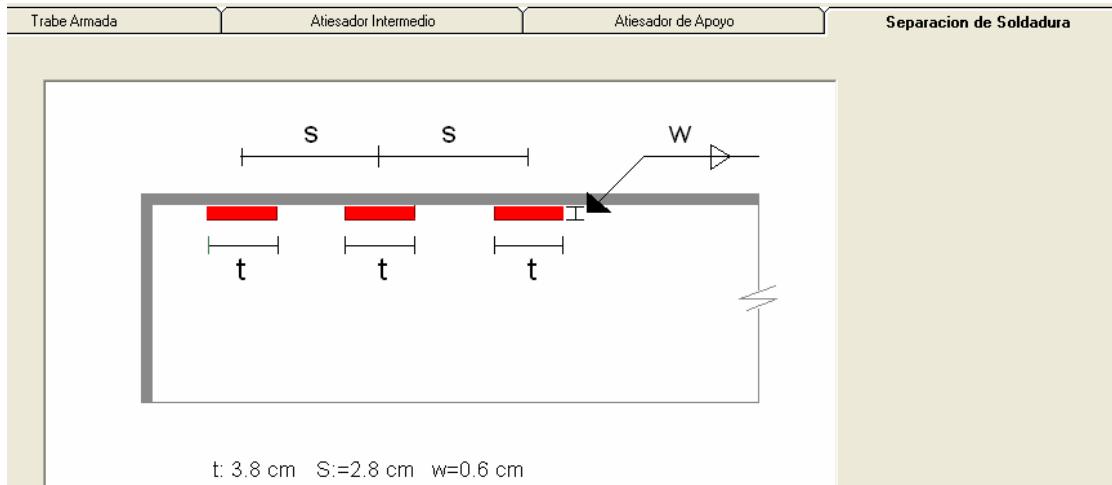

Figura 6.29 Dimensiones de Soldaduras.
5. Las soldaduras se observan en la Figura 6.29.